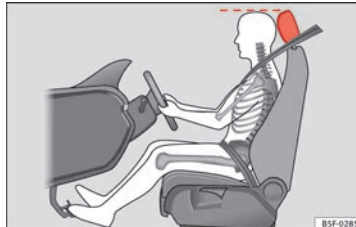

Bild 84 Korrekt läge för förarens nackskydd.
- Ställ in nackskyddet så att dess övre kant är på samma nivå som toppen på huvudet eller så nära samma nivå som toppen på huvudet som möjligt » **bild 84**.